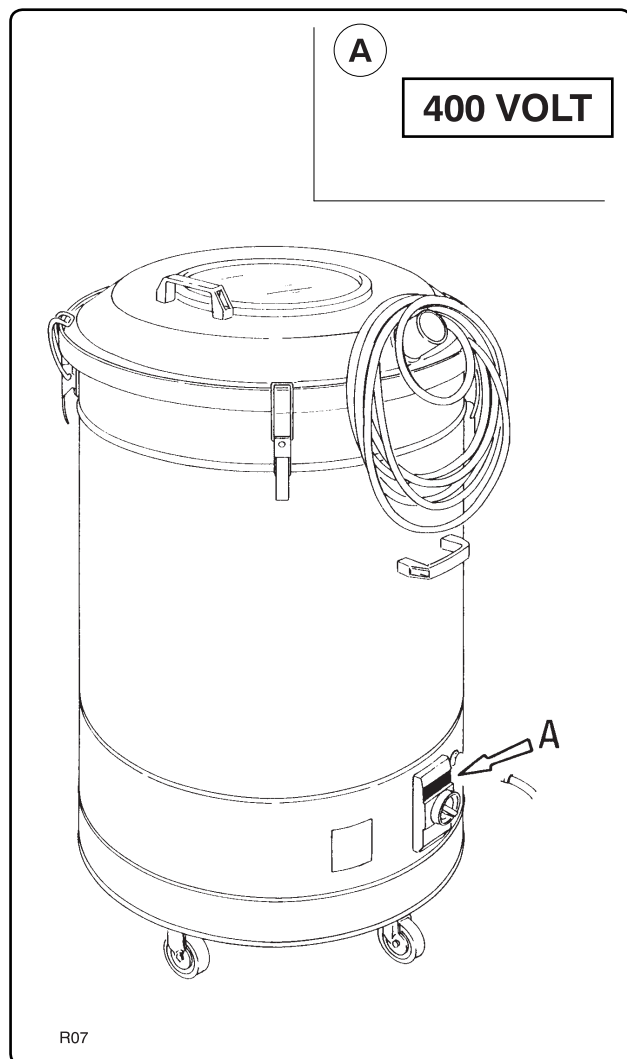

Fig. 3.2.1
3.2 - Plăcuțe de avertisment (fig. 3.2.1)